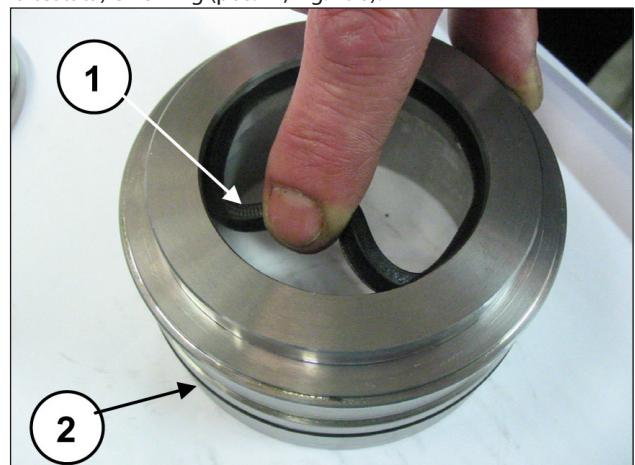

Fig. 196
Inserire la guarnizione di bassa pressione nel supporto guarnizioni KC (pos. ①, Fig. 196) facendo attenzione al senso di montaggio che prevede il labbro di tenuta in avanti (verso la testata) e l'O-ring (pos. ②, Fig. 196).